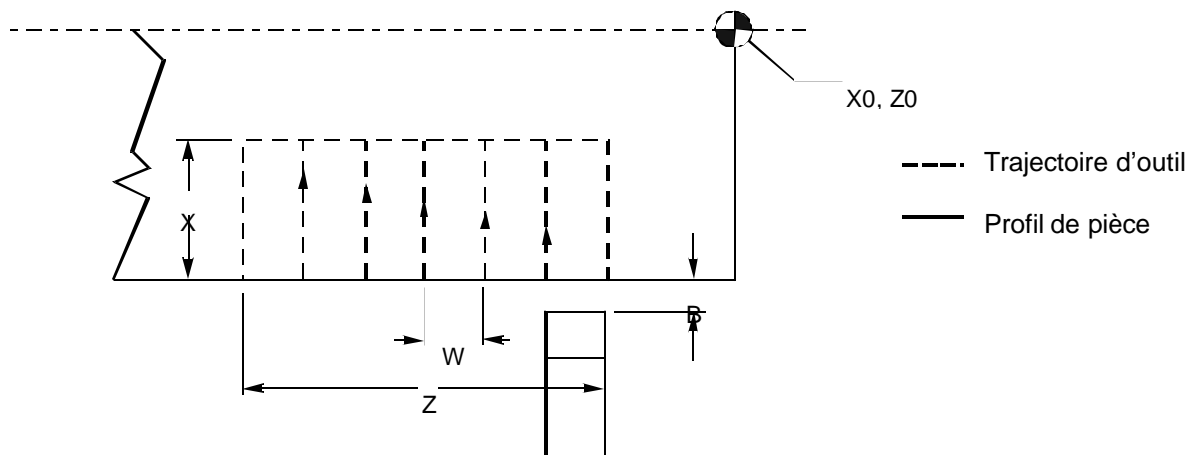

Figure 5-10, Codes Adresses G81
Se reporter à la **Figure 5-10, Codes Adresses G81**. G81 crée une rainure le long de l'axe longitudinal (Z). Utiliser un outil de rainurage pour ce cycle. Le cycle possède une compensation incorporée pour la largeur de l'outil. Positionner l'outil de façon appropriée (avec la largeur de l'outil prise en considération) avant que le cycle commence.